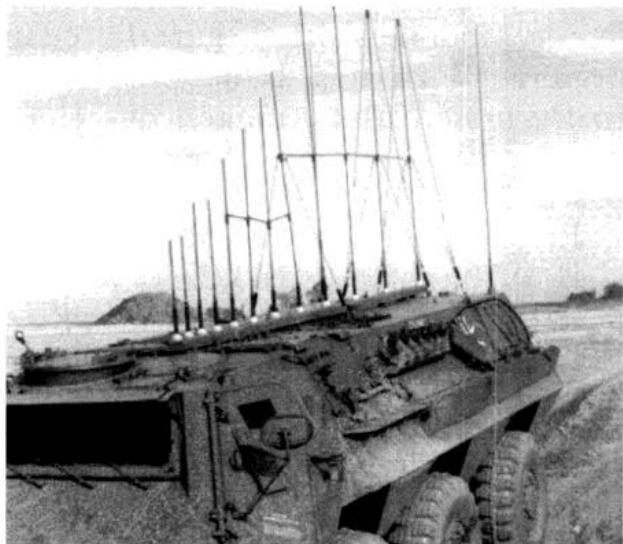

Bild 7: VHF-Störpanzer EK 33 „Hummel“ gegen Truppenfunk (Sendeleistung 2 kW, 20-80 MHz). Auf dem Dach die logarithmisch-periodische Antenne der Störanlage.
- VHF-Störpanzer EK 33 „Hummel“ gegen Truppenfunk (Sendeleistung 2 kW, mit Sendempfänger SE 1260, 20-80 MHz, bis 10 Kanäle, Einführung 1980, ab 1983 beschafft 28 Anlagen), s. Bild 7.